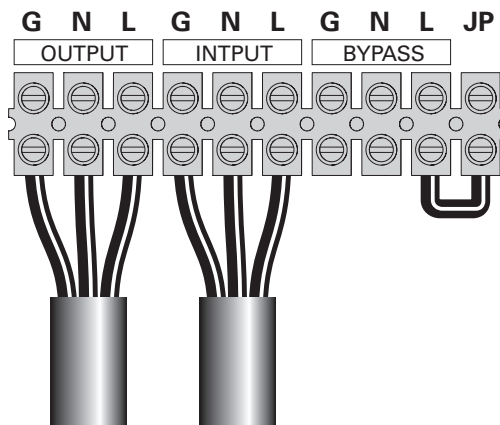

Abbildung 17.
- 1 - Vergewissern Sie sich, dass die Metall-brücke gesteckt ist (siehe Abbildung 17).